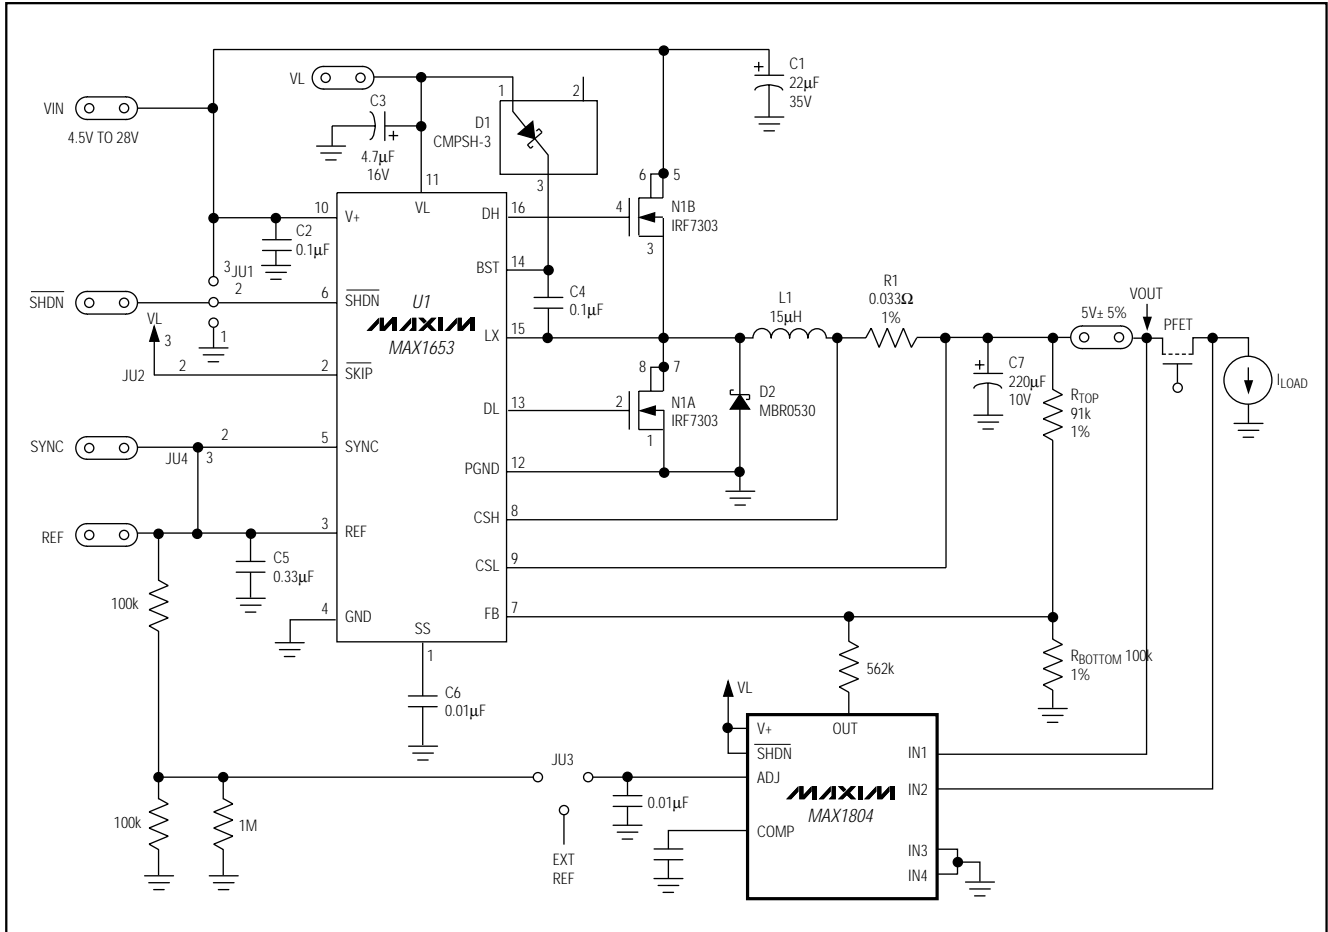

図2. ステップダウンレギュレータ付アプリケーション回路
**NOTE:** Circuit of Figure 2.